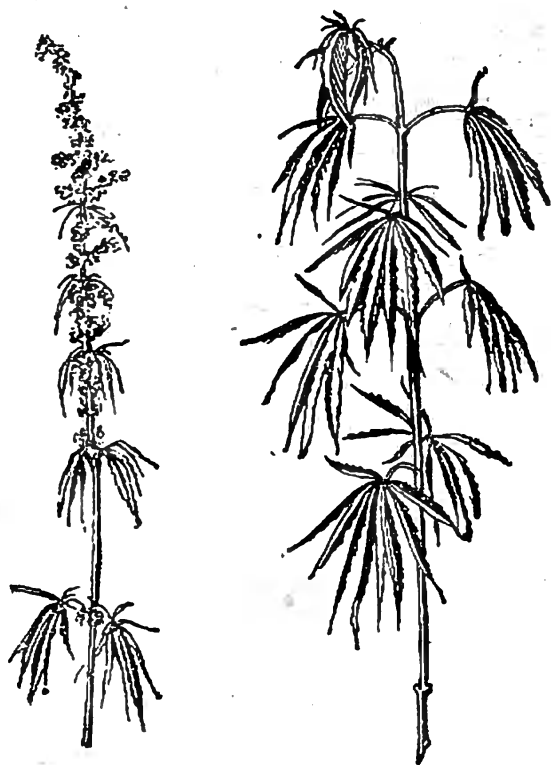

Fig. 5. — Des tiges de chanvre. Cette plante a des tiges de deux sortes.
**3. Le chanvre.** — C'est une plante qui atteint 2 mètres de haut (fig. 5) et dont l'écorce contient de longues fibres, moins fines que celles du lin. Pour isoler ces fibres, on traite le chanvre comme le lin.